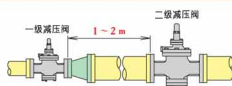

图4. 二级减压时的阀间距
10. 二级减压时的减压阀间隔需设置在1~2m以上。（请参照图4）